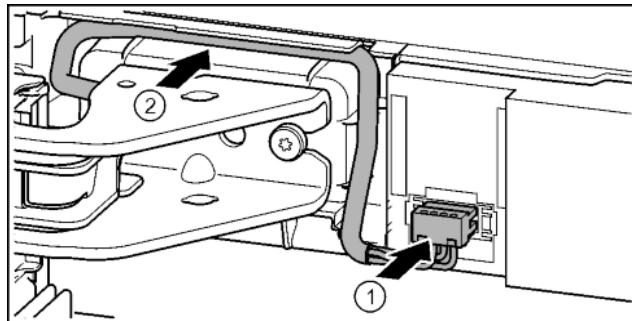

Fig. 36
- ▶ Встановлення верхніх дверцят на середній опорний палець Fig. 36 (1)
- ▶ Вирівнюйте дверцята зверху по отвору в опорному кронштейні. Fig. 36 (2)
- ▶ Вставте палець та закрутіть за допомогою викрутки T15. Fig. 36 (3)
- ▶ Встановіть захисну кришку для захисту дверцят: вставте захисну кришку і проконтрольуйте, щоб вона прилягала до дверцят. Якщо це не так, повністю вставте палець. Fig. 36 (4)
- ▶ Вставте тримач із зафікованим в ньому кабелем в отвір. Fig. 36 (5)
- ▶ Притисніть тримач донизу так, щоб з'єднувальна накладка зафіксувалася. Fig. 36 (6)
- ▶ Вставте пробку. Fig. 36 (7)